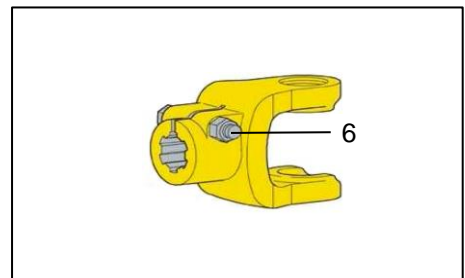

Bild 65: Klemmschrauben- Verschluss
- Klemmschraube (Bild 65 / Pos.6) herausdrehen. Gelenkwelle soweit aufschieben bis die Bohrung der Klemmgabel bzw. Kupplung über der Ringnut steht.
- Klemmkonus (Bild 65 / Pos.6) herausdrehen. Falls dies von Hand nicht möglich ist, kann der Klemmkonus auch von der Gegenseite herausgeschlagen werden (Bild 65).